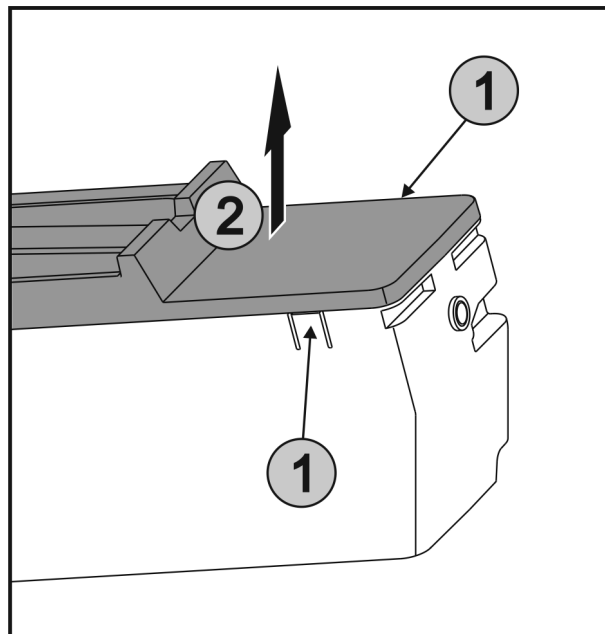

Fig. 44
- ▶ Одновременно нажать на накладки Fig. 44 (1) на обеих сторонах EasyTwist-Ice и снять крышку Fig. 44 (2) движением вверх.